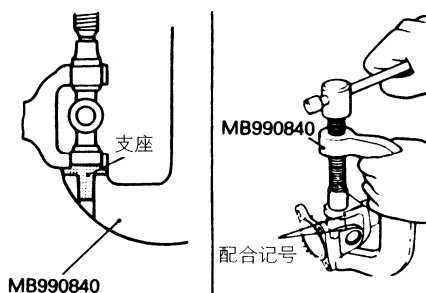

图 3-112 将轴颈轴承压入传动轴叉内
(2) 如图 3-112 所示，对准传动轴叉和传动轴上的配合记号，将支座可靠地装到专用工具上，将轴承都装入叉内，用专用工具固定住并将它们压入。注意支座的导向部将轴承限制在预定的位置。